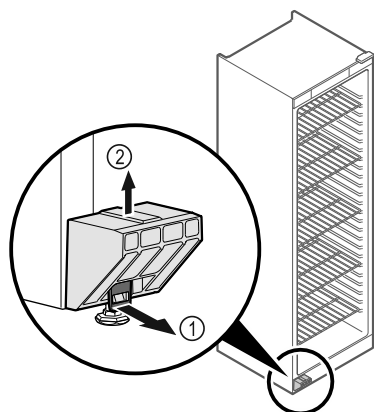

Fig. 5
- ▶ Húzza előfelé a kötelleget Fig. 5 (1).
- ▶ A szállítási biztosítót Fig. 5 (2) felfelé húzza le.